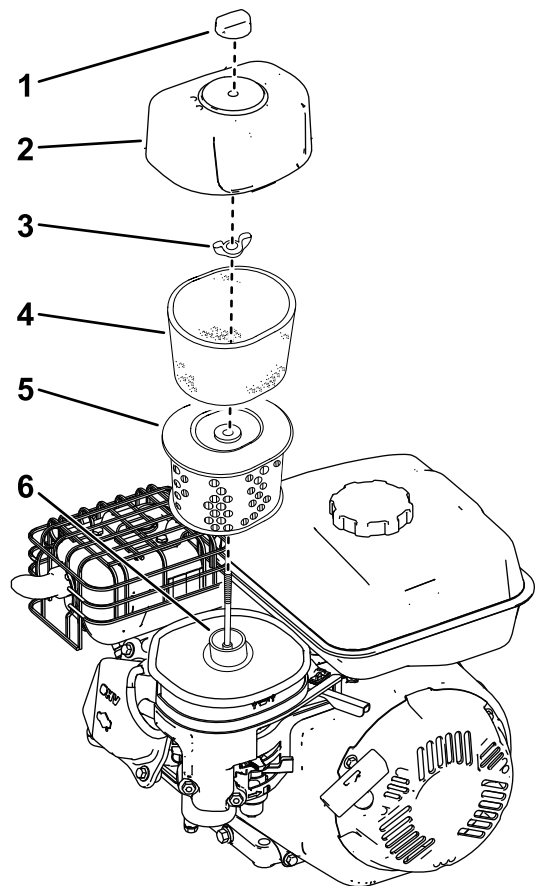

Figura 21
2. Retire la tuerca que sujeta la tapa (Figura 21).
3. Retire la tapa del filtro de aire (Figura 21).